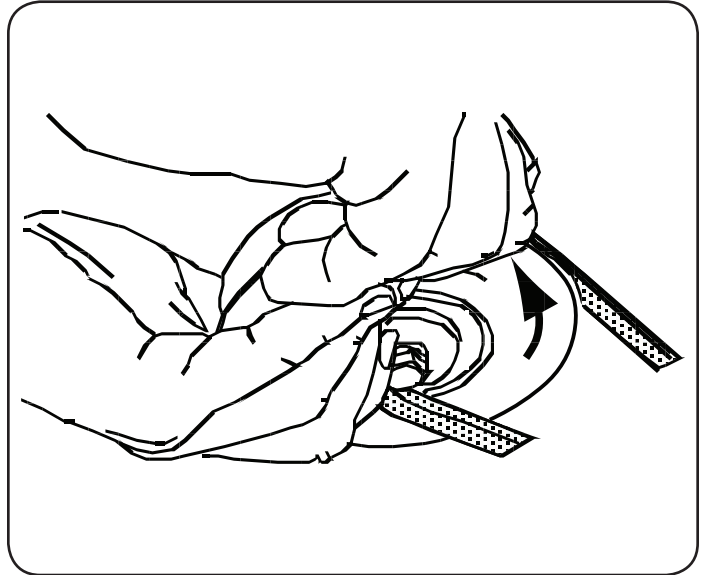

Figura 39
8. Tire del lado derecho de la correa y coloque el lado V angosto de la correa en la polea de la PTO. Vea la Figura 39.